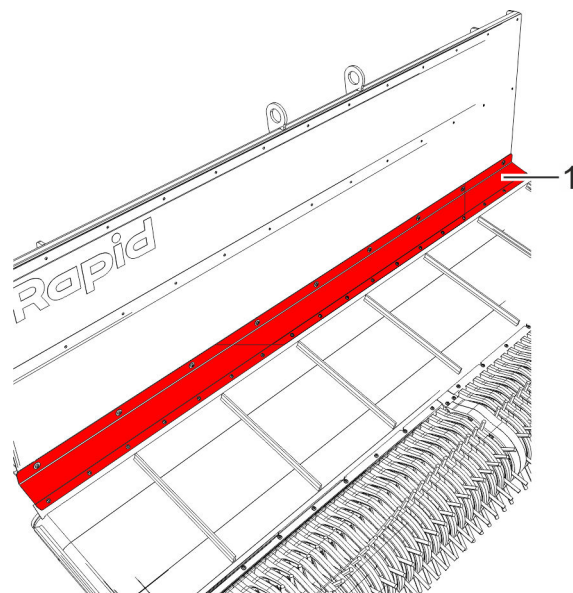

Abb. 66: Abstreifer demontieren
3. ➤ Um den hinteren Abstreifer (Abb. 66/1) zu demontieren, Schrauben mit Innensechskantschlüssel lösen.